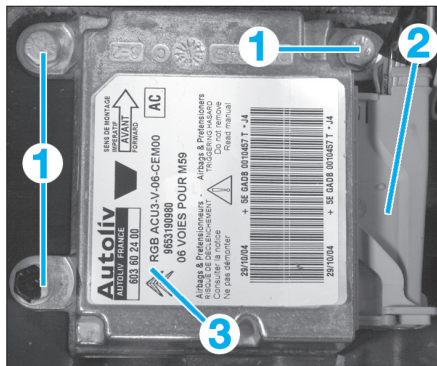

FIG. 9
- les 3 vis (1) (Fig.9).
- Débrancher le connecteur (2).
- Déposer le calculateur (3).